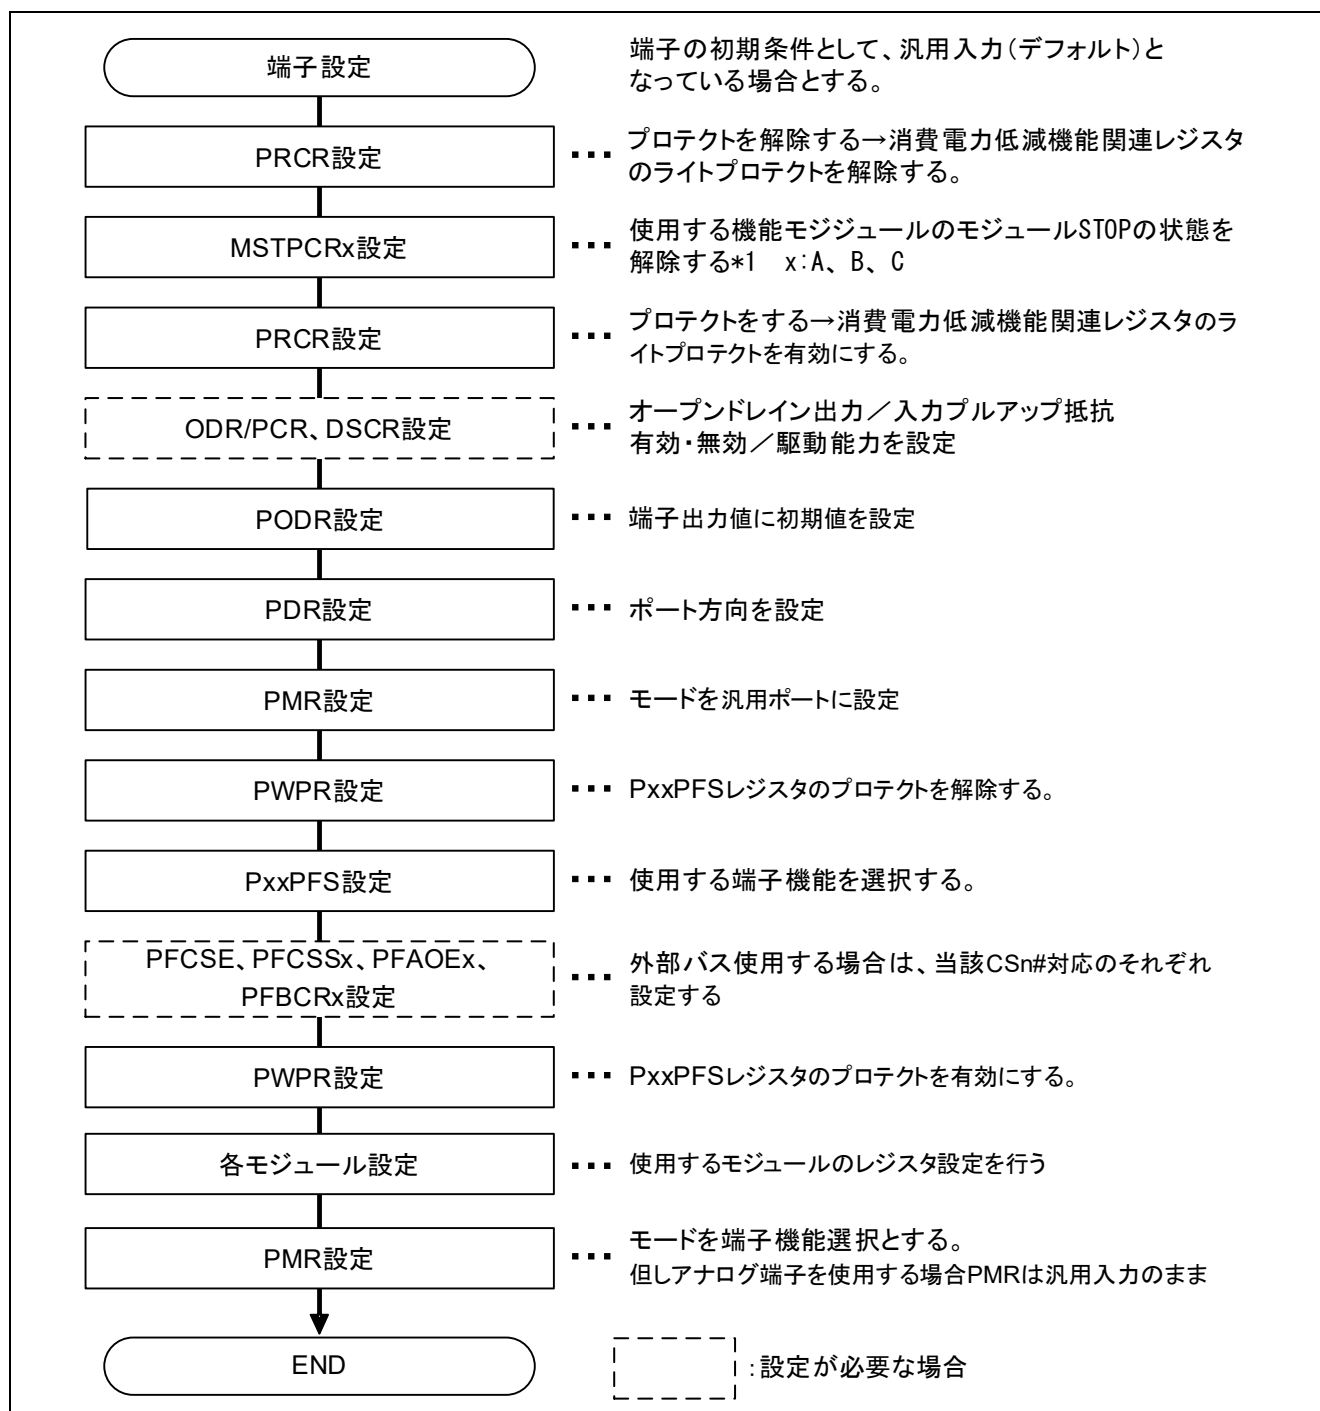

図 2.3 RX231 端子機能設定フローチャート
- 周辺モジュールの初期化フローは図 2.3 に示します。
RX231 の I/O ポートを端子機能で使用する場合の初期化フローを図 2.3 に示します。汎用入出力も含む周辺機能使用時の設定例については、各周辺機能の章を参照して下さい。